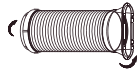

Fig.17
1. Instale la ventana de escape adaptador B en el tubo de salida como se muestra en la figura 16. o Fig.17. Consulte las páginas anteriores para la instalación de kit de ventana.